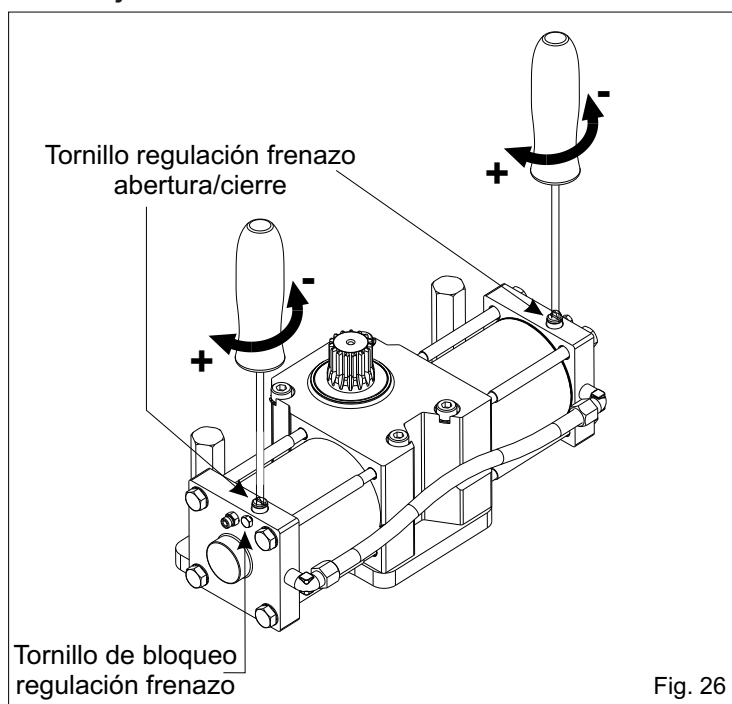

Fig. 26
8.1. Es posible regular el ralentizamiento de la hoja en apertura y en cierre por medio del tornillo de regulación frenado (Fig. 26).